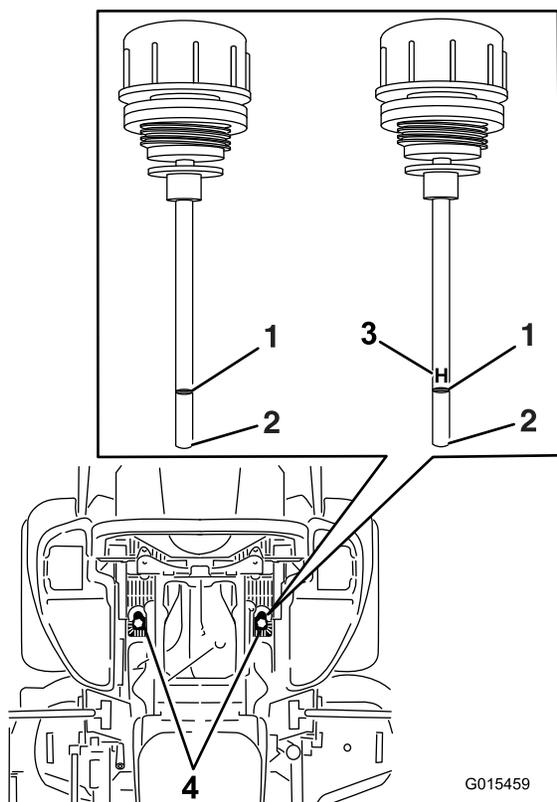

Рисунок 99
5. Очистите зону вокруг масломерных щупов баков гидравлических систем (Рисунок 99).
6. Извлеките один масломерный щуп из гидравлического бака (Рисунок 99).
8. Извлеките щуп и посмотрите на его конец (Рисунок 99).